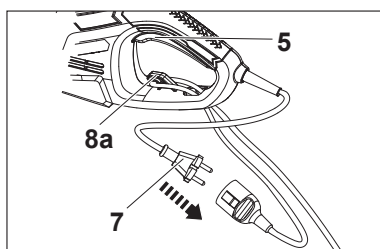

Fig. 4
2. Conecte o cabo de alimentação (7) à tomada do cabo de extensão (Fig.4).